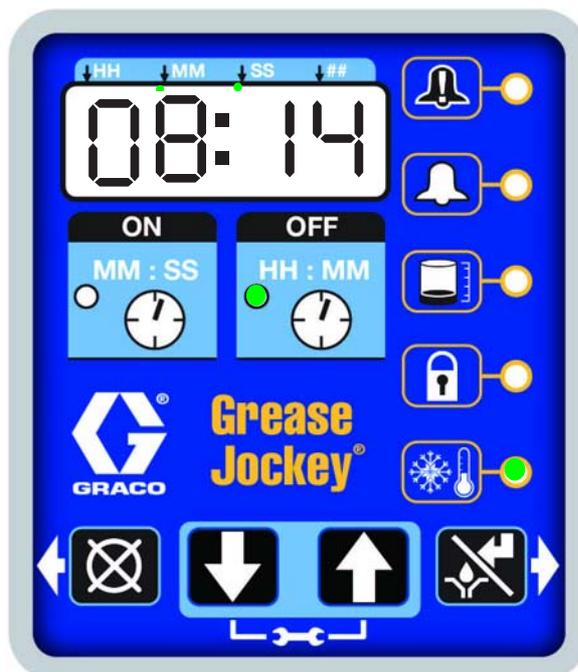

FIG. 31
- Le voyant à côté de l'horloge dans le champ OFF est allumé (FIG. 31).
- Le voyant de Retard basse température s'allume (FIG. 31).
- L'affichage indique le temps restant jusqu'à ce que la pompe redémarre. L'exemple illustré sur FIG. 31 montre qu'il reste 8 minutes et 14 secondes avant que la pompe ne redémarre.